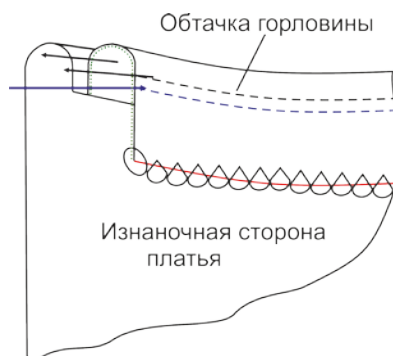

Рис. 3
17. Обтачайте срез горловины платья обтачкой. Припуск шва обтачивания настройте на обтачку. (Рис. 3)